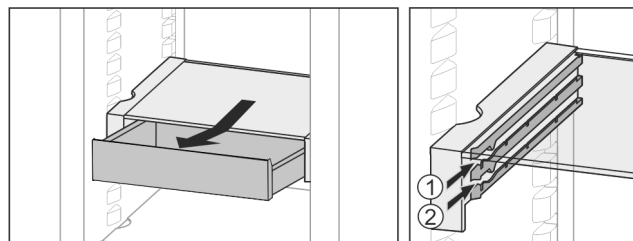

Fig. 25
- ▶ Na dowolnej wysokości Fig. 25 (1) lub Fig. 25 (2) wsuwać.